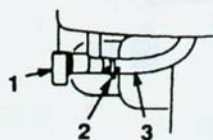

图 15
- 燃油关闭阀(图15)——该阀位于油箱下面。关闭该阀, 汽油就不能从油箱中流出; 打开该阀, 汽油可以从油箱流入化油器。吹雪机不使用时, 请关闭该阀。
3. 逆时针旋转燃油关闭阀，以使开启。(图 15)
6. 关闭燃油关闭阀。(图 15)